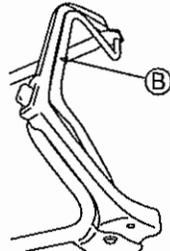

Fig. 19.
4 Poussez le Levier d'embrayage (B) vers l'avant pour commencer à tondre. (Voir Fig. 19.)